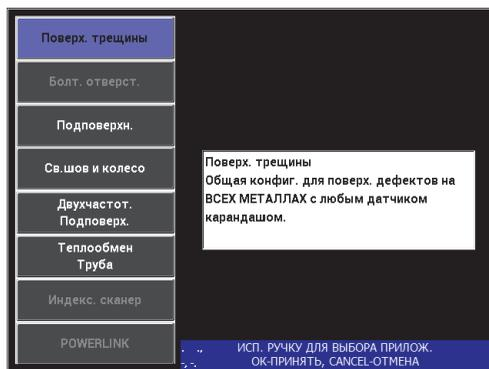

Рис. 5-2 Выявление поверхностных трещин
2. Нажмите клавишу меню ADV SETUP (), затем клавишу A (**ВЫБР|ПРИЛ.**), чтобы открыть меню выбора приложений. С помощью ручки регулятора выберите **Поверх. трещины** и нажмите  для подтверждения (см. Рис. 5-2 на стр. 135).